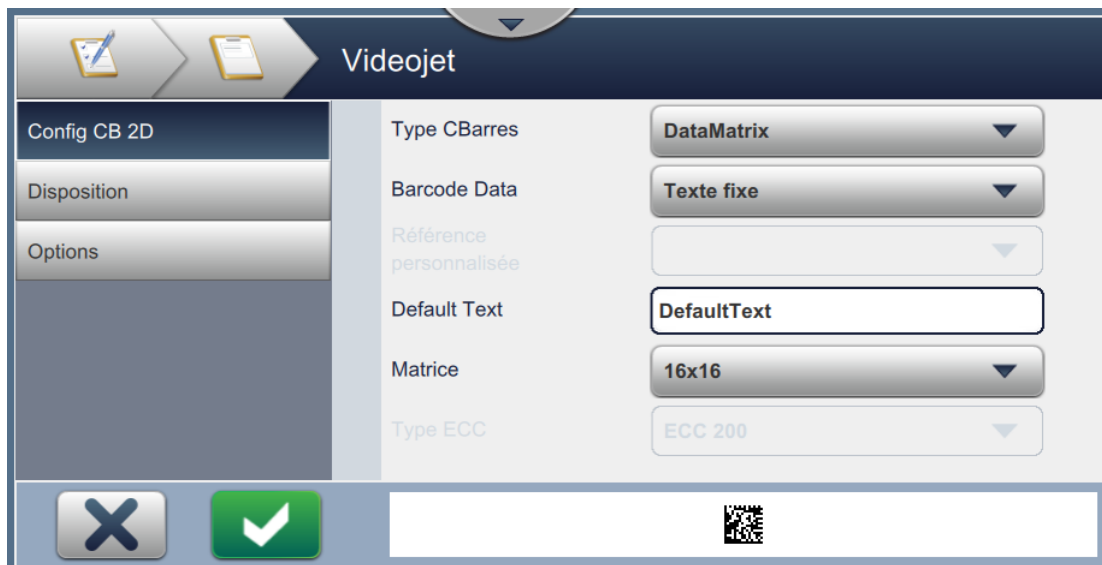

Figure 6-10 : Configuration des codes-barres 2D
4. L'écran Config. CB 2D s'ouvre, tel qu'illustré dans la Figure 6-10.